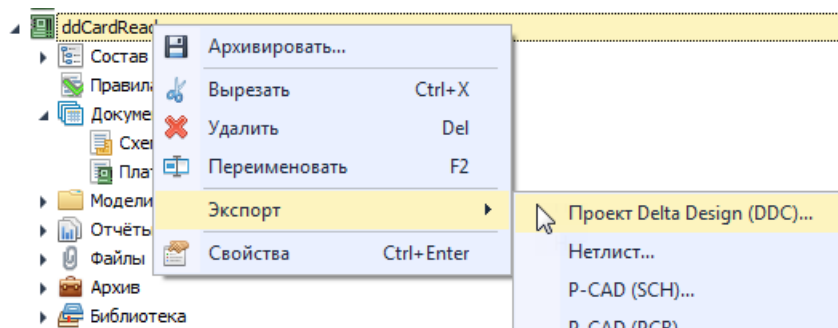

Рис. 55 Экспорт проекта в формате *.ddc
2. Вызовите контекстное меню, перейдите в раздел «Экспорт» и выберите пункт «Проект Delta Design (DDC)...», Рис. 55.